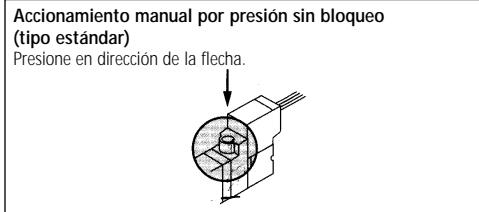
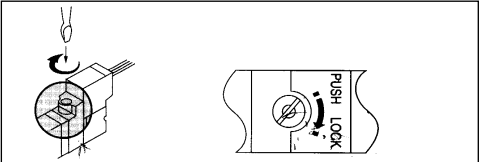

Figura 8
Figura 9
Accionamiento manual del solenoide (Figura 8 y Figura 9)
Accionamiento manual por presión sin bloqueo (Figura 8)
- 1 Presione el botón de accionamiento manual (Figura 8) hasta que se detenga (ENCENDIDO).
Accionamiento manual con bloqueo (Figura 9)
- 1 Presione y gire hacia la derecha el botón de accionamiento manual (Figura 9) colocando un destornillador pequeño en la ranura, hasta que dicha ranura quede diametralmente opuesta al punto de bloqueo.
Desbloqueo (Figura 9)